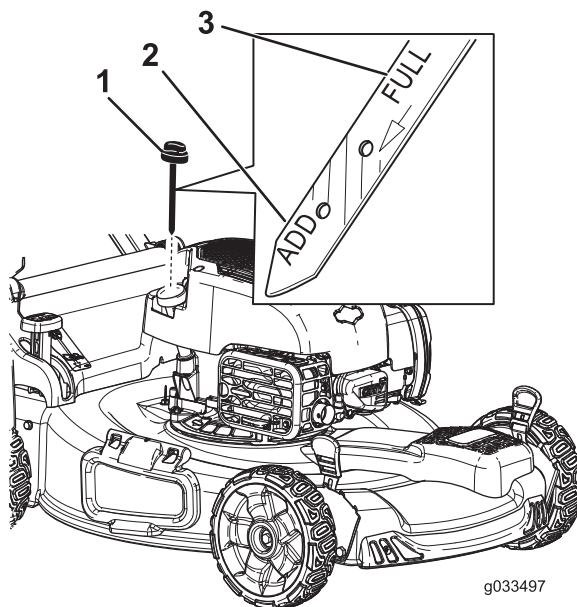

Figure 32
6. Retirez la jauge de niveau du tube de remplissage (Figure 32).